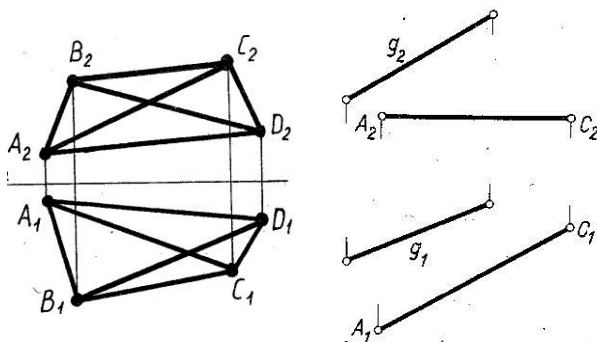

рис. 2
2. Построить проекции ромба ABCD с диагональю AC и вершиной B, принадлежащей прямой g (рис. 2).